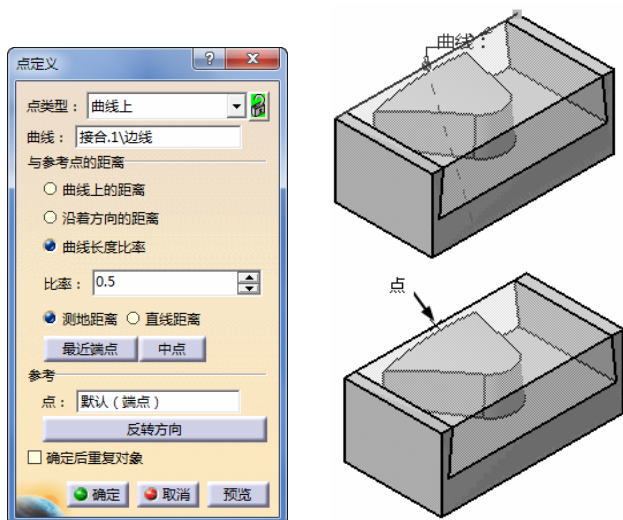

图 5-66 创建点 1
- 单击线框工具栏上的点按钮, 弹出“点定义”对话框, 选择“点类型”为“曲线上”, 选择如图 5-66 所示的边线, 单击“中点”按钮, 然后单击“确定”按钮创建点 1, 如图 5-66 所示。